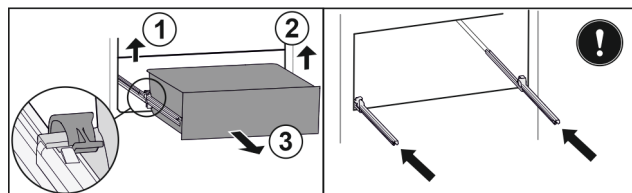

Fig. 88
- ▶ Løft den venstre klemme, og træk samtidigt skuffen i venstre side fremad. Fig. 88 (1)
- ▶ Løft den højre klemme, og træk samtidigt skuffen i højre side fremad. Fig. 88 (2)
- ▶ Tag skuffen ud fremefter. Fig. 88 (3)